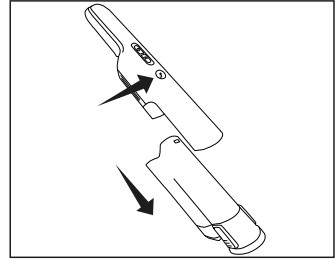

Fig. 1
1. Retire el depósito de polvo de la aspiradora (Fig. 1).